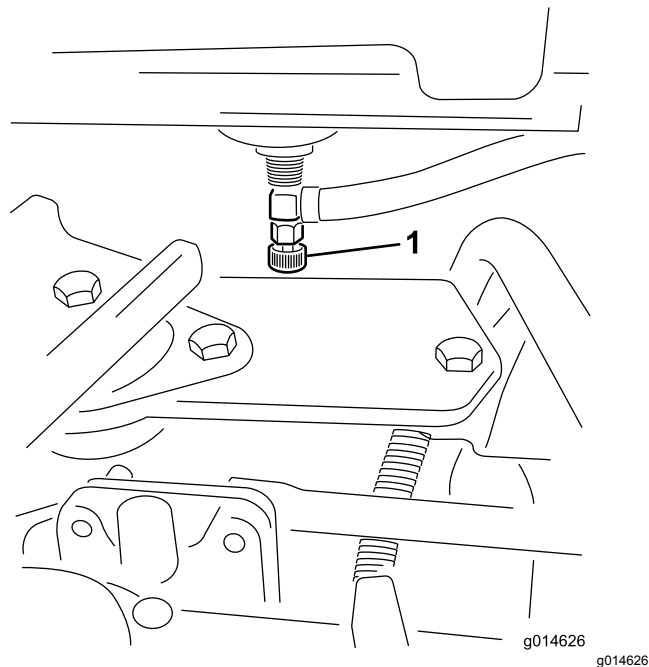

図 31
1. 長期間保管する場合には燃料バルブ 図 31 を閉じておく。